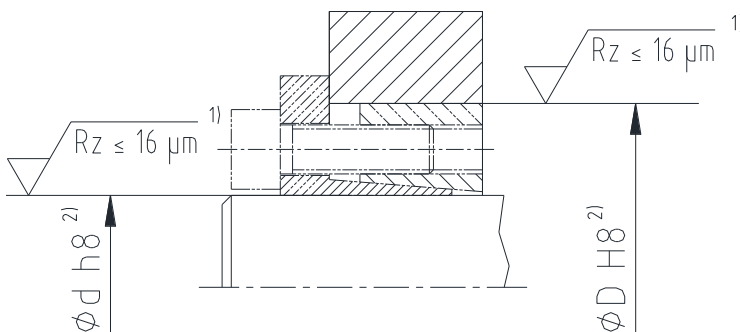

Bild 3: Toleranzen und Oberflächen (Beispiel: CLAMPEX® KTR 206)
- Prüfen Sie Wellen- und Nabensitz auf vorgeschriebene Toleranz (Bild 3).